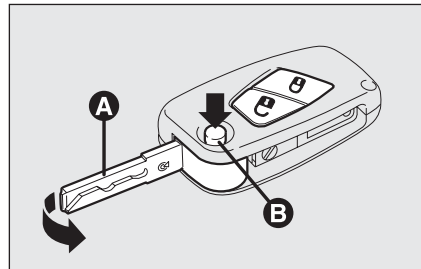
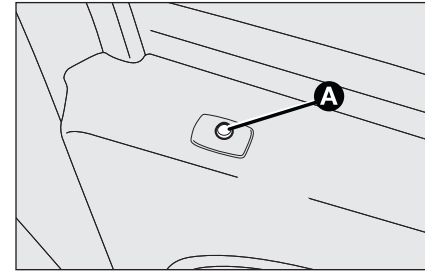

fig. 4
fig. 5
Per estrarre l'inserto metallico premere il pulsante **B**-fig. 4 o **B**-fig. 5.
- mantenere premuto il pulsante **B**-fig. 4 o **B**-fig. 5 e movimentare l'inserto metallico **A**;
Segnalazioni led su porta lato guidatore fig. 5